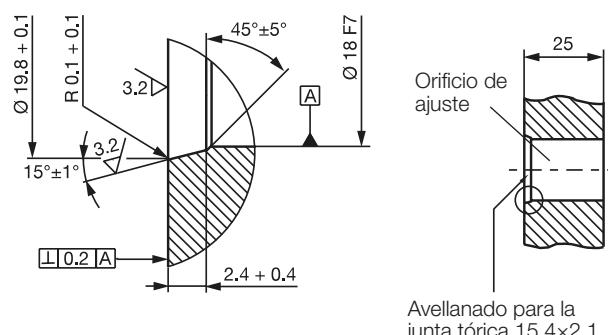

Fig. 4-3: Orificio de ajuste para el montaje del BTL con junta tórica
**Orificio de ajuste:** la superficie de contacto de la carcasa del BTL debe coincidir completamente con la superficie de alojamiento. La junta tórica adecuada debe hermetizar perfectamente el orificio, es decir, el avellanado para la junta tórica debe efectuarse de acuerdo con la Fig. 4-3.